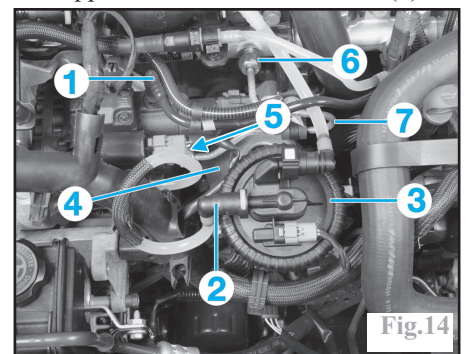

Fig.14
Déposer (Fig.14) :
Déposer le filtre à combustible complet (3) avec son support (4) (voir opération concernée) (Fig.14).